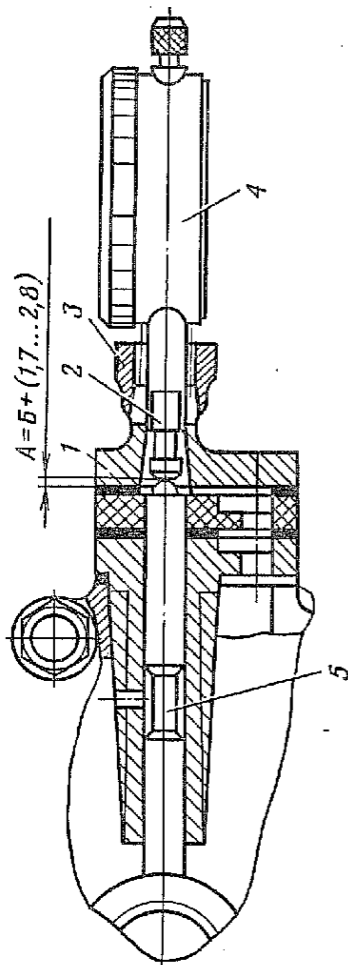

Рис. 47. Приспособление для замера выступающей штанги привода топливного насоса:
2.4. Установить приспособление (рис. 47) для замера выступания штанги привода топливного насоса на шпильки и закрепить гайками (приспособление, головка 13, вороток).